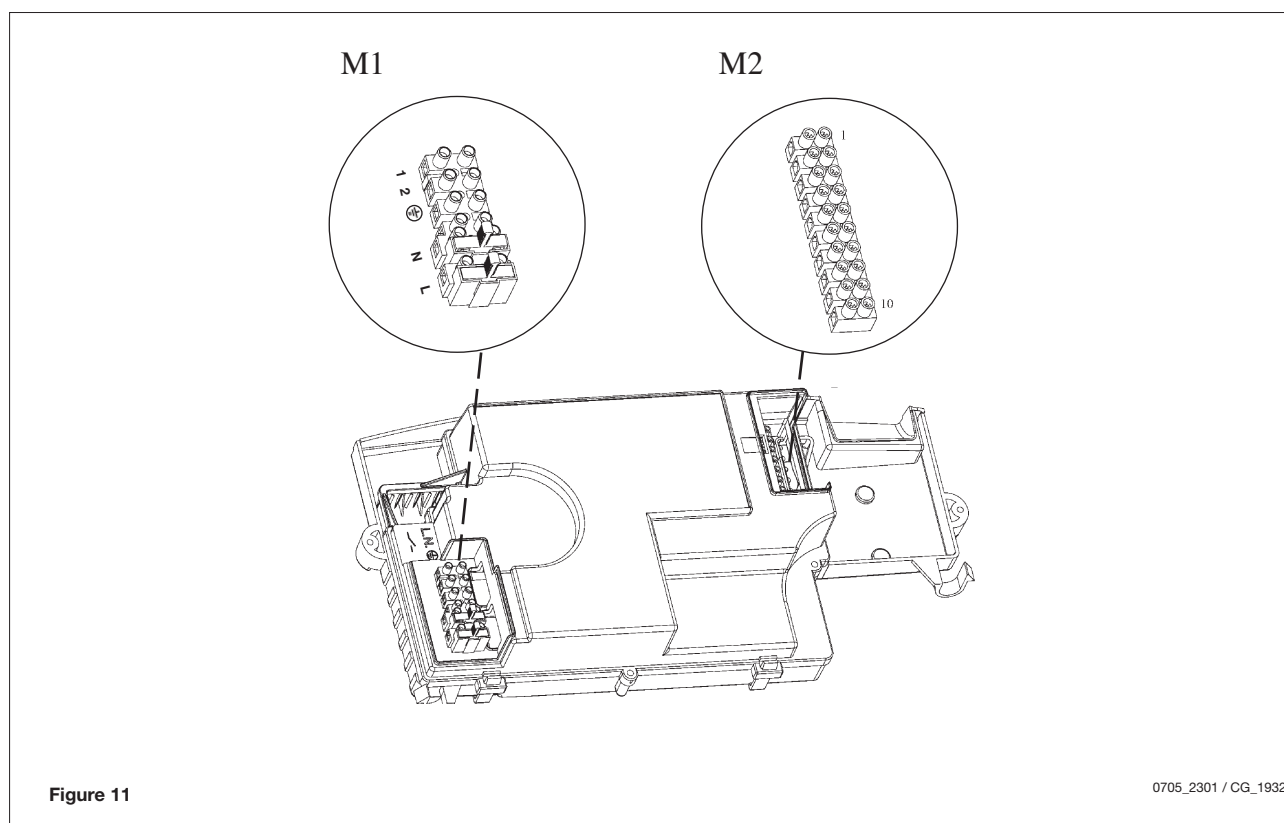

Figure 11
Tourner vers le bas le boîtier de commande et accéder aux borniers **M1** et **M2** destinés aux raccordements électriques en enlevant les deux couvercles de protection (voir figure 11).
- accéder à la plaque à bornes d'alimentation (figure 11) ;
- relier les fils du thermostat d'ambiance aux bornes (1) et (2) ;
Dans le cas d'absence du thermostat d'ambiance, relier les bornes 1-2 de la boîte à borne **M1** de la chaudière (figure 11).